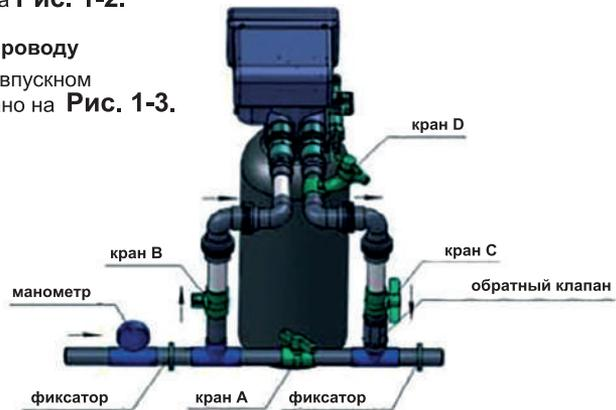

рисунок 1-3
**а.** Установите манометр на впускном трубопроводе, как показано на **Рис. 1-3**.